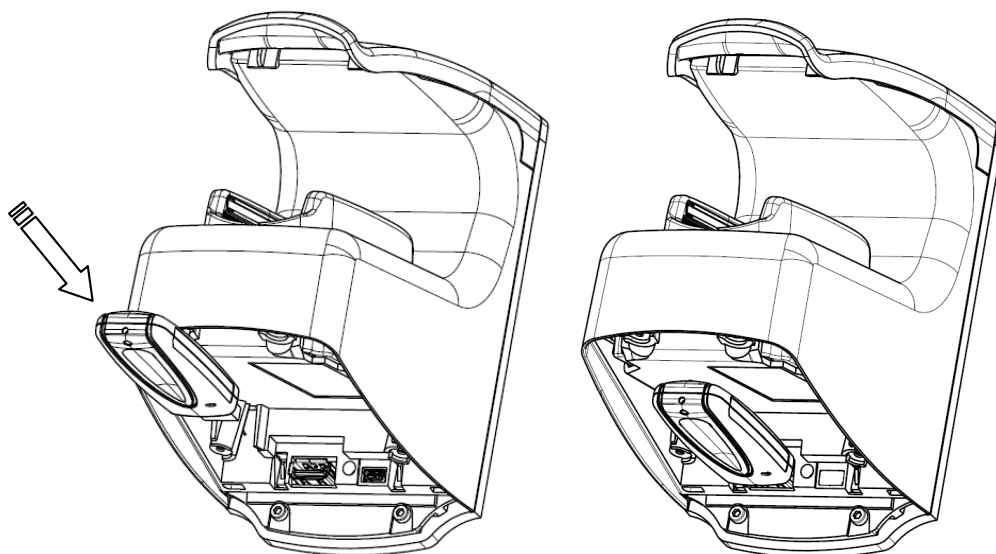

Figure 10 : Branchement de la clé mémoire USB
10. À ce stade, une clé mémoire USB peut être connectée sur le terminal (voir Figure 10). Pour plus de détails sur la configuration et les réglages, se référer au Guide d'utilisation du terminal MorphoVPDUAL. Une fois la configuration terminée, débrancher la clé mémoire USB.
9. À ce stade, une clé mémoire USB peut être connectée sur le terminal (voir Figure 10). Pour plus de détails sur la configuration et les réglages, se référer au Guide d'utilisation du terminal MorphoAccess® VP Series. Une fois la configuration terminée, débrancher la clé mémoire USB peut être retirée.